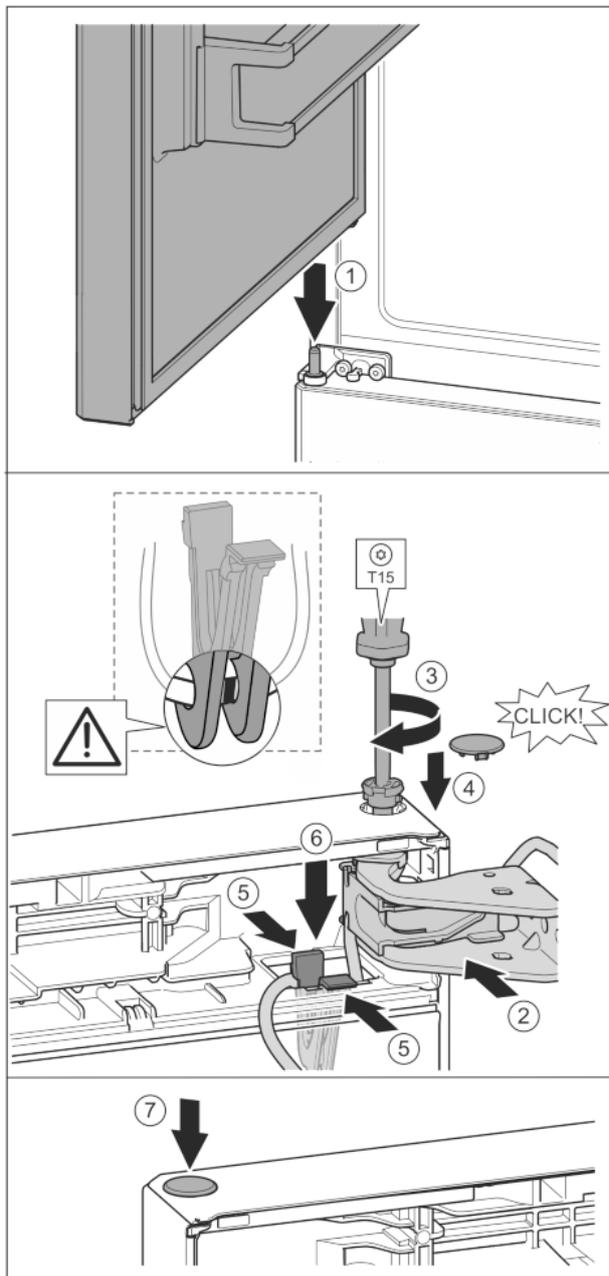

Fig. 39
- ▶ Stavite gornja vrata na srednji podložak ležaja Fig. 39 (1)
- ▶ Poravnajte gornja vrata prema otvoru u podlošku ležaja. Fig. 39 (2)
- ▶ Umetnite svornjak i zavijte odvijačem T15. Fig. 39 (3)
- ▶ Montirajte sigurnosni pokrov radi osiguranja vrata: Umetnite sigurnosni pokrov i provjerite naliježe li na vrata. U protivnom u potpunosti umetnite svornjake. Fig. 39 (4)
- ▶ Umetnite držač s pričvršćenim kabelom u otvor. Fig. 39 (5)
- ▶ Pritišćite držač prema dolje sve dok jezičac ne uskoči. *Fig. 39 (6)*
- ▶ Umetnite čep. *Fig. 39 (7)*